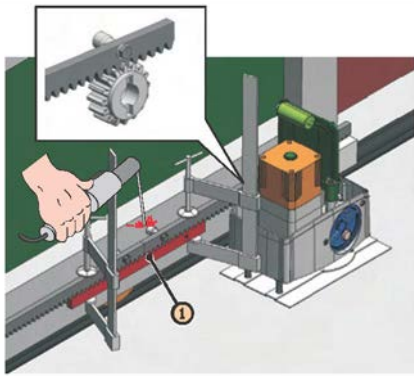

Fig. 14
5. Poziționați un alt element de cremalieră la cel precedent utilizând, pentru a pune în etapa de sincronizare a dinților celor doi elemente, o bucată de cremalieră după cum este indicat în Fig. 14 ref. 1
5. Poziționați un alt element de cremalieră la cel precedent utilizând, pentru a pune în etapa de sincronizare a dinților celor doi elemente, o bucată de cremalieră după cum este indicat în Fig. 14 ref. 1,